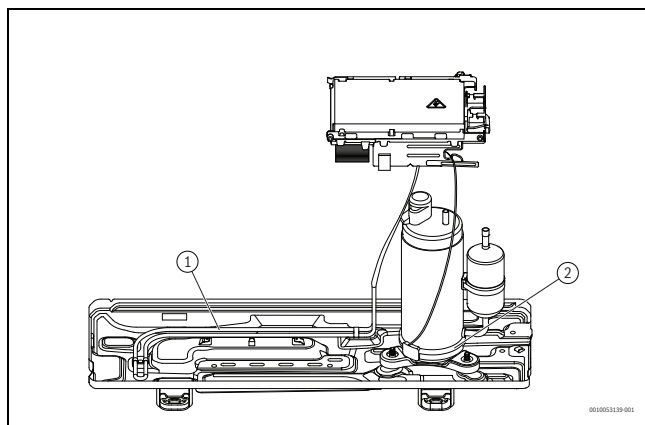

Fig. 12
- ▶ Dacă este necesar, îndoiți țevile în direcția dorită și deschideți un orificiu de la nivelul părții laterale a unității interioare (→ Fig. 12).